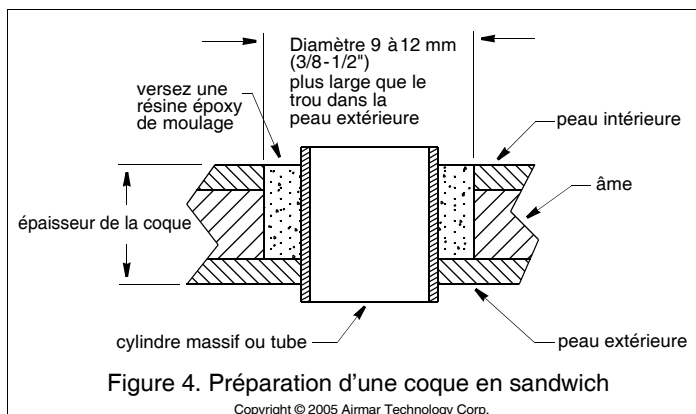

Figure 4. Préparation d'une coque en sandwich
2. À l'aide d'une scie cloche Ø 51 mm ou 2", découpez un trou depuis l'extérieur dans la peau *extérieure* uniquement (Figure 4).